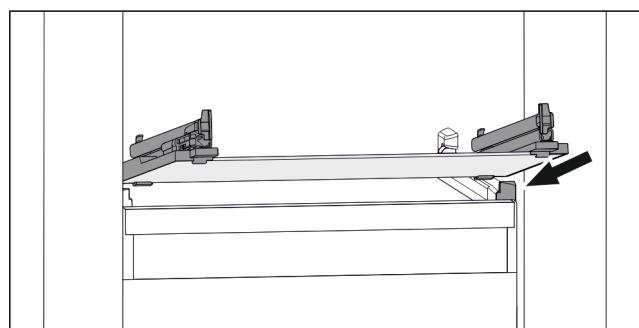

Fig. 154 Примерное отображение стеклянной пластины
- Наклоняя вниз, установите стеклянную пластину за стопоры. (см. Fig. 154)